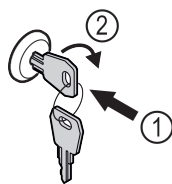

Fig. 171
- ▶ Πιέστε μέσα το κλειδί Fig. 171 (1).
- ▶ Περιστρέψτε το κλειδί 90° δεξιόστροφα Fig. 171 (2).